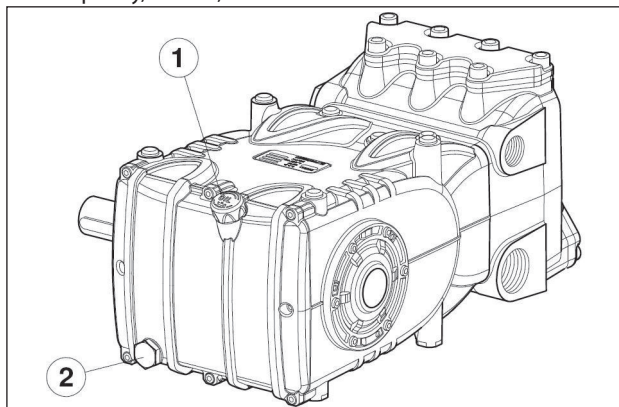

Рис. 1
Перед тем как приступить к ремонту механических компонентов, необходимо удалить масло из картера. Для слива масла выньте маслоизмерительный щуп поз. ①, а затем пробку, поз. ②, Рис. 1.